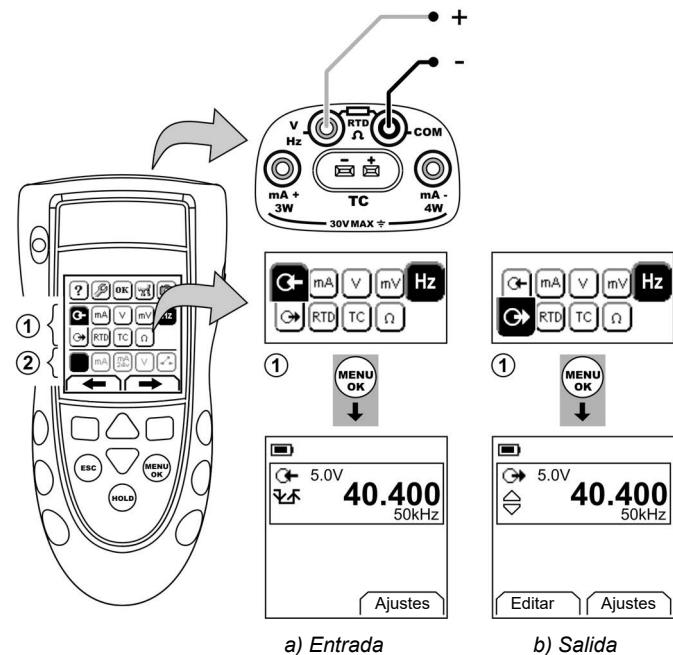

Figura 6: Ejemplo de configuración: Medición/alimentación de Hz o pulsos
1. Conecte el instrumento (Figura 6) y, si es necesario, ajuste la opción **Configurar** (Tabla 1).